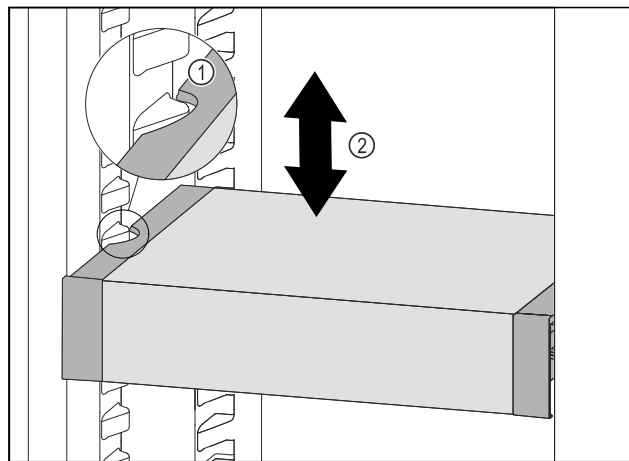

Fig. 60
- ▶ Изтеглете VarioSafe напред, докато страничните прорези на VarioSafe се намират на височината на реброто на съда в хладилната част. Fig. 60 (1)
- ▶ Преместете VarioSafe нагоре или надолу в хладилната част, докато се достигне желаната височина. Fig. 60 (2)